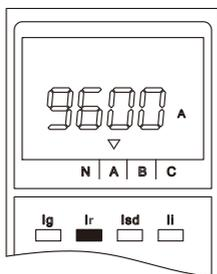
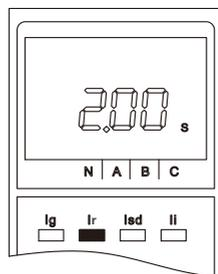

图99 脱扣电流
图100 脱扣时间
④ 脱扣状态：控制器正常运行时，按两下“菜单”键，则显示上一次脱扣信息，1min内自动进入正常运行状态，也可按“返回”键进行复位，详见图99、图100。